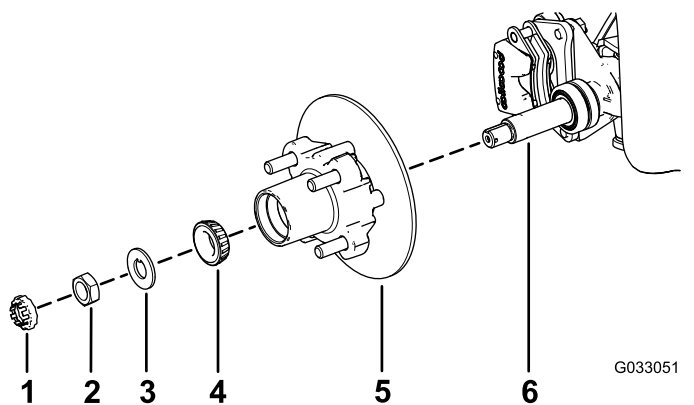

Figura 28
1. Aplique una ligera capa de grasa del tipo especificado en el eje (Figura 28).
2. Monte el cubo y el rotor en el eje con el rotor hacia dentro (Figura 28).
3. Monte el cojinete exterior en el eje y acople el cojinete al anillo de rodadura exterior (Figura 28).
4. Monte la arandela con pestaña en el eje (Figura 28).
5. Enrosque la tuerca en el eje y apriete la tuerca a 15 N·m, girando el cubo para asentar el cojinete (Figura 28).
2. Alinee las pastillas de freno en cada lado del rotor (Figura 24) y los taladros del soporte de la pinza con los taladros de montaje del freno de la mangueta (Figura 28).